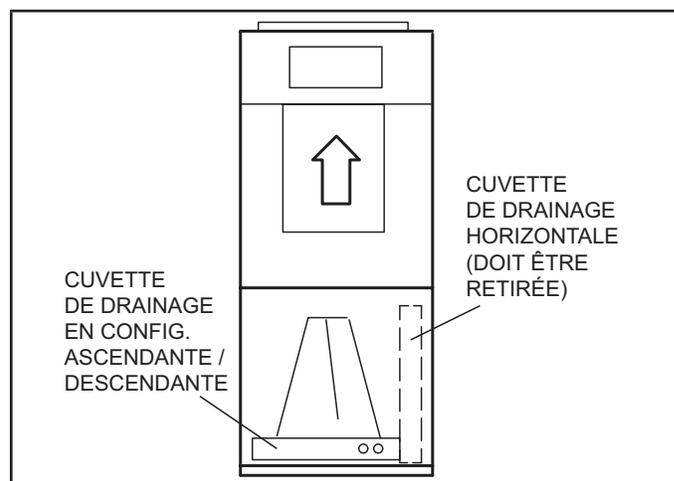

FIGURE 3. Configuration ascendante
- 4 - Après avoir retiré le bac de drainage horizontal, placez l'appareil à l'endroit souhaité. Assurez-vous que l'unité est d'aplomb. Connectez les plenums d'air d'alimentation et de retour à l'aide de vis à tôle comme illustré à la figure 3.